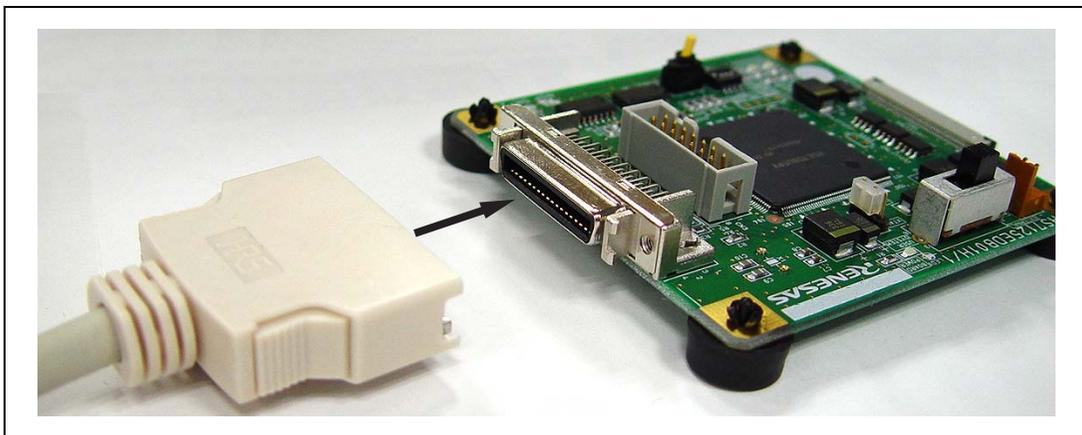
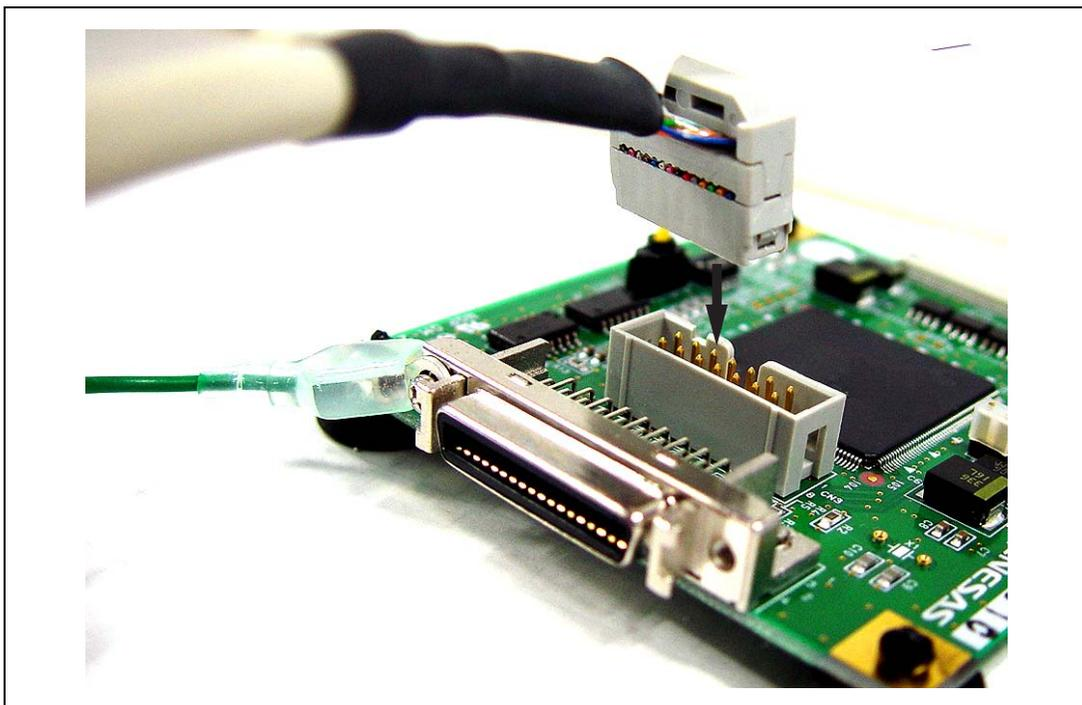

図 2.3 デバッグ MCU ボードとユーザインタフェースケーブル(36 ピン)の接続
図 2.4 デバッグ MCU ボードとユーザインタフェースケーブル(14 ピン)の接続
2. 図2.3、図2.4のようにユーザインタフェースケーブルの14ピンコネクタまたは36ピンコネクタをデバッグ MCU ボード上のH-UDIインタフェースコネクタに接続してください。